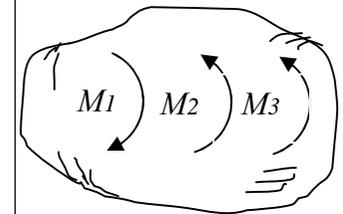

Рис.1.18
1.21. В одной плоскости расположены три пары сил. Определить момент пары сил  $M_3$ , при котором эта система находится в равновесии, если моменты  $M_1 = 510\text{ Нм}$ ,  $M_2 = 120\text{ Нм}$  (рис.1.18)